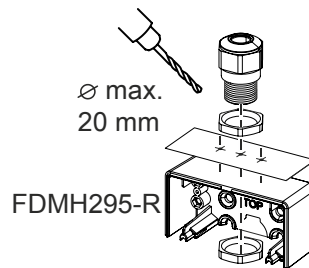

Fig. 6
5. Drill the entry opening(s) (Fig. 6).
5. Bohren Sie die Zuleitungsöffnung(en) (Fig. 6).